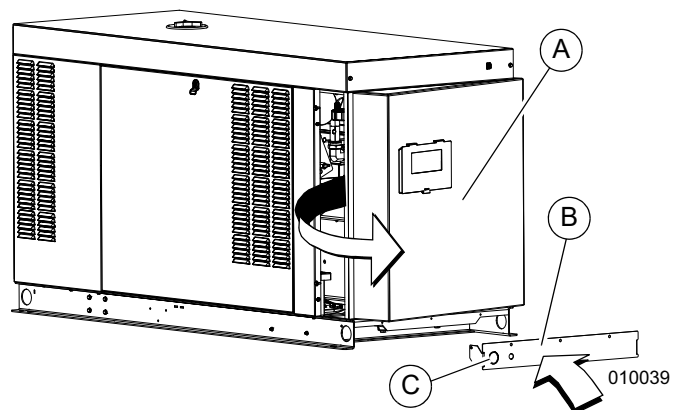

Figura 5-2. Retiro del panel posterior y la cubierta del área de paso de tuberías
- 1. Consulte la Figura 5-2. Retire seis tornillos con arandelas de nylon para liberar el panel posterior (A) del gabinete. Para obtener mejores resultados, gire el lado izquierdo del panel hacia afuera del gabinete antes de desenganchar el lado derecho.
NOTA: Consulte la Figura 5-2. Retire el tapón desprendible y dirija el cableado auxiliar a la caja de empalmes impermeable proporcionada por el cliente. Verifique que los hilos no tengan contacto con piezas del motor que vibren o se muevan, ya que los hilos desgastados pueden generar problemas eléctricos.